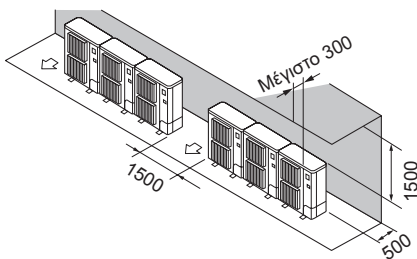

Fig. 2-13
- ② Εμπόδια στην πίσω και επάνω πλευρά μόνο (Fig. 2-13)